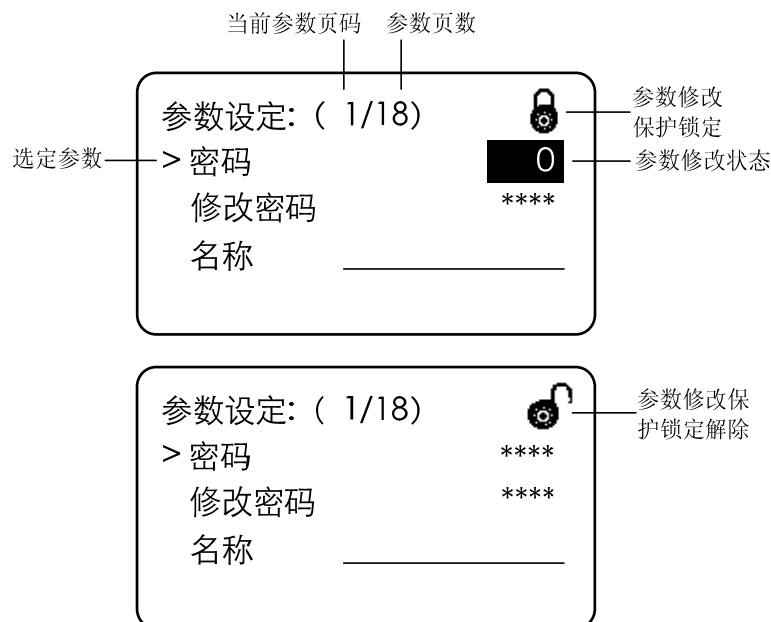

图 2-7
所有的参数都是密码保护的，修改参数前需要输入密码解除设定保护，如密码输入正确，显示页面右上角显示解锁状态，如图 2-7 所示。
- 用显示键选定**密码**参数，按**复位键**进入密码输入状态，如图 2-7 所示